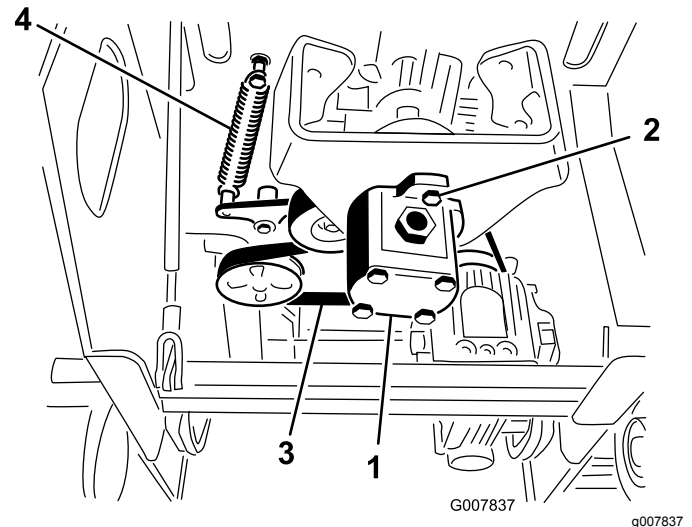

Bild 47
5. Lösen Sie die zwei Pumpenschrauben (**Bild 47**).
6. Drehen Sie die Pumpe nach links und lassen Sie sie nach unten, von der Riemenscheibe weg, ab (**Bild 47**).
7. Ziehen Sie das Ende der Spannscheibe mit einem Federzieher (vom offiziellen Vertragshändler erhältlich) oder einem starren Metallhaken von der Federschraube, um die Riemenspannung zu lösen (**Bild 47**).